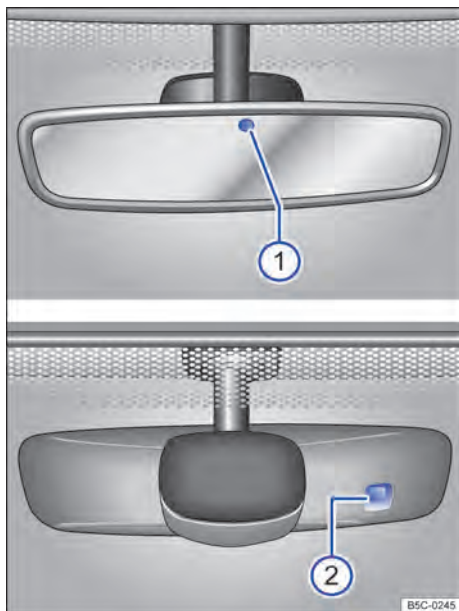

Fig. 70 No para-brisa: espelho retrovisor interno com antiofuscante automático.
As possíveis causas de avarias e interpretações errôneas na área da superfície sensível → Fig. 70 do sensor de chuva são, entre outras:
Quando a ignição é ligada, os sensores medem a incidência de luz. Existem 2 sensores no espelho retrovisor interno, um que mede a incidência de luz pela frente → Fig. 70 ① e outro que mede a incidência de luz por trás ②. Em função dos valores medidos, o espelho retrovisor interno é escurcido automaticamente.